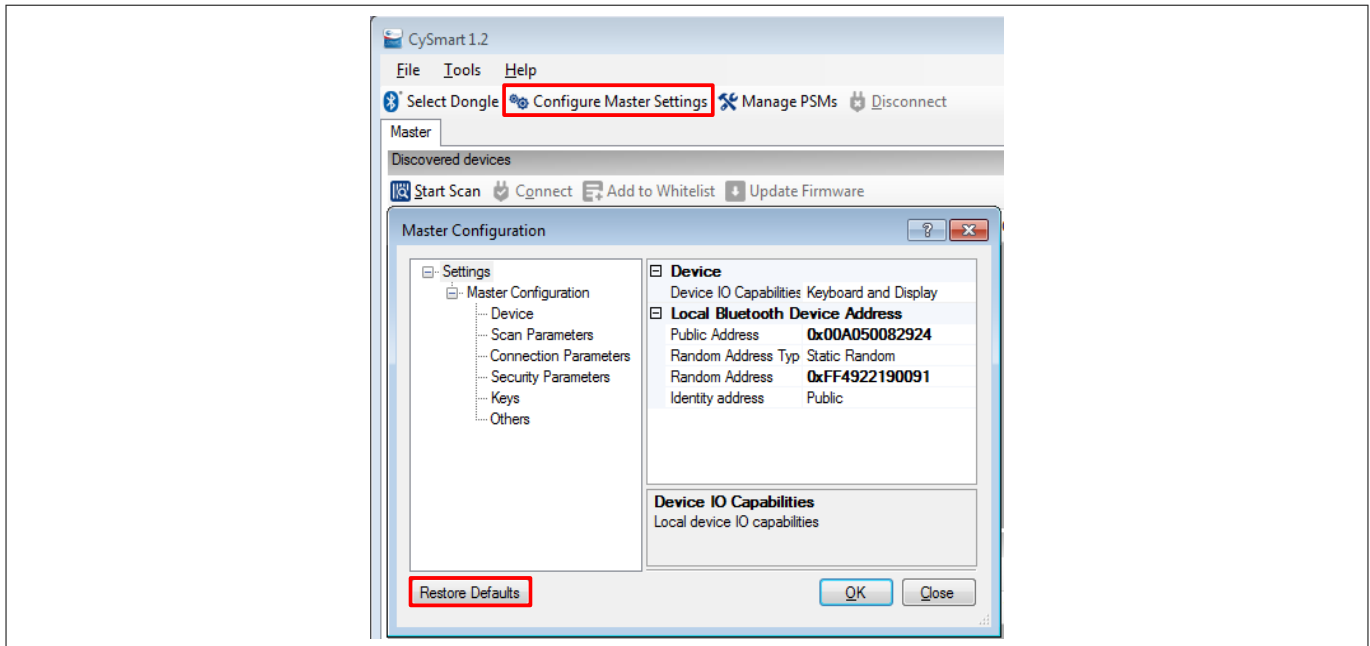

図 56 CySmart Master Settings 設定
- 図 56 に示すように、**Configure Master Settings** をクリックし、**Restore Defaults** をクリックします。その後、**OK** をクリックします。